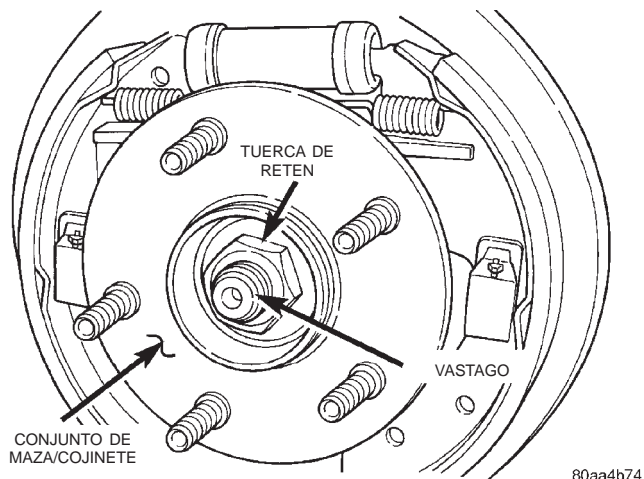

Fig. 146 Tuerca de retén de maza/cojinete
(16) Retire la tuerca de retén del conjunto de maza/cojinete del vástago (Fig. 146).